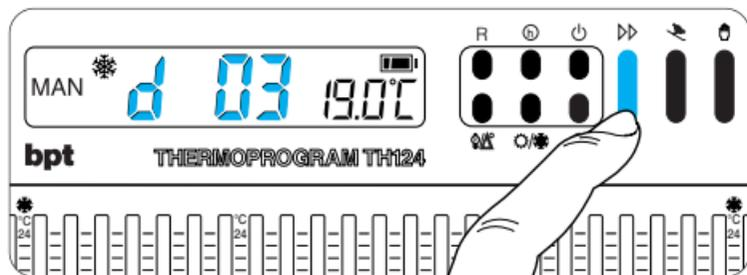

Fig. 32
9.6 - Premere il pulsante  (fig. 32) sino a che non si raggiunga il numero di giorni desiderato da 1 a 99. Nel conteggio dei giorni è compreso anche quello in cui viene effettuata la programmazione (quindi il residuo del giorno in cui si effettua l'operazione viene conteggiato come 1 giorno).